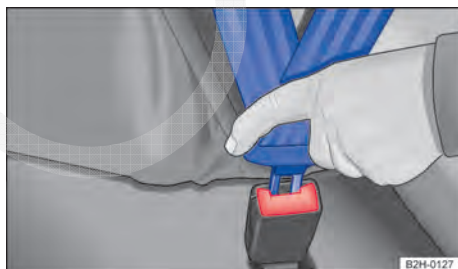

Fig. 53 Introduzir a lingueta do cinto de segurança no fecho do cinto de segurança.
- Introduzir a lingueta do cinto de segurança firmemente no fecho do cinto de segurança pertencente ao assento  ⇒ Fig. 53.